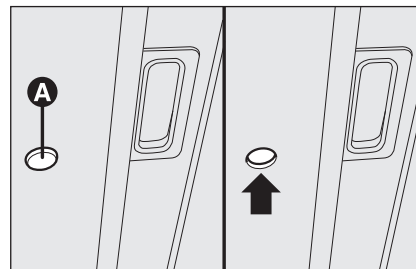

fig. 69
- introdurre nella sede **A-fig. 69** la chiave in dotazione e ruotare: